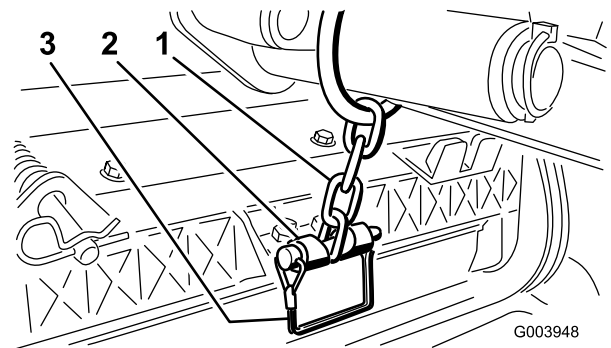

Figure 10
12. Fixez la chaîne du bras de relevage au support de la chaîne avec la goupille élastique (Figure 10). Utilisez le nombre de maillons mentionné dans le *Manuel de l'utilisateur* du plateau de coupe.